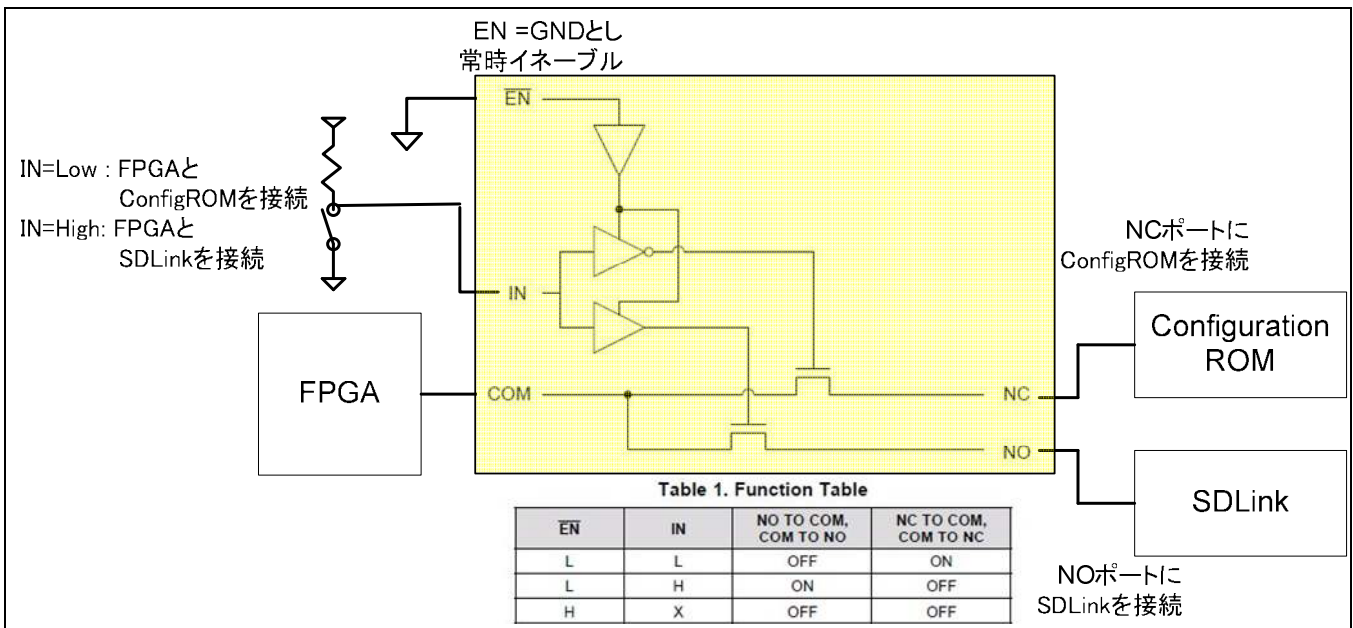

図 2: 基本的な接続方法
- 各コンフィグレーション信号について基本的な接続方法を図 2 に示します。